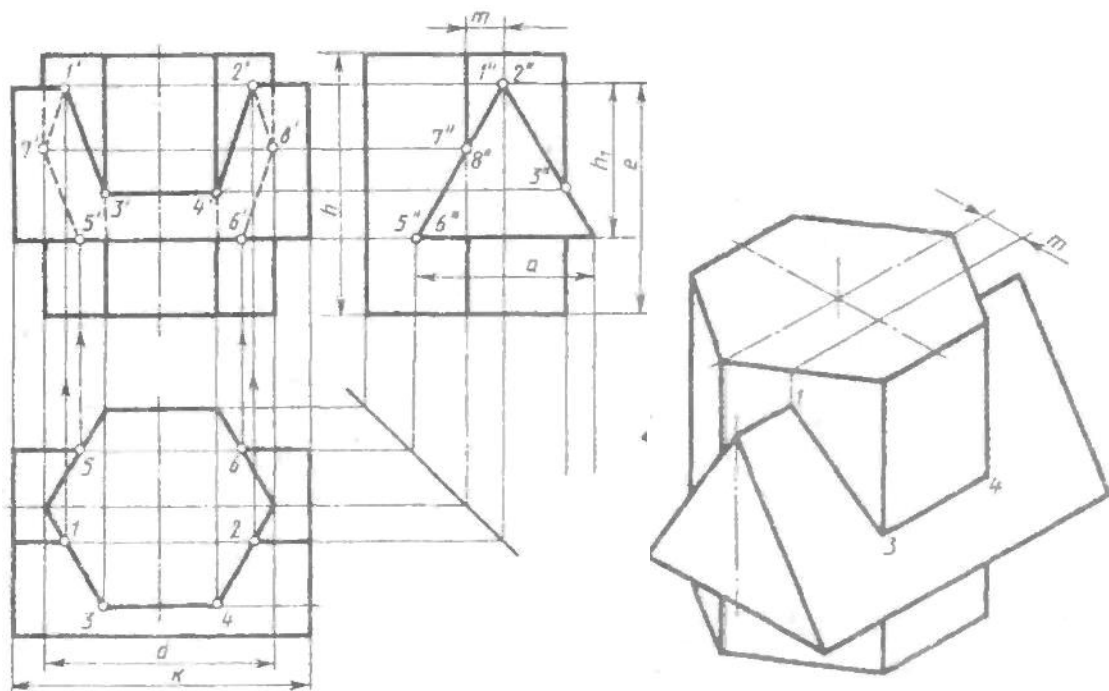

Рисунок 16 - Комплексный чертеж и изометрия пересекающихся призм
3. Линия пересечения двух многогранников представляет собой ломаную линию. Горизонтальная проекция линии пересечения совпадает с частью горизонтальной проекции шестиугольника (основания одной призмы). Профильная проекция линии пересечения совпадает с частью профильной проекции треугольника (основания другой призмы). По координатам отмеченных на комплексном чертеже точек пересечения ребер одной призмы с гранями другой на профильной проекции ($3'', 1'', 2'', 7'', 8'', 5'', 6''$) и точек ($5, 1, 3, 4, 2, 6$) на горизонтальной проекции другой призмы построить изометрию линии пересечения двух многогранников, рисунок 16.